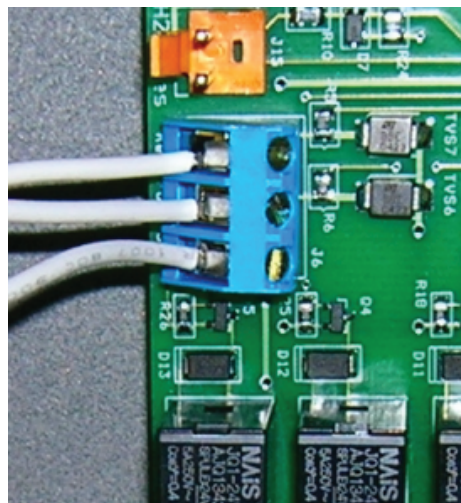

Figure 17. Connexion à un sélecteur à distance «Pool-Off-Spa» (Connexion à 3 fils)
4. Connecter le câblage du système de commande de la piscine et du spa à la borne de la commande à distance du réchauffeur (Voir Figure 17).